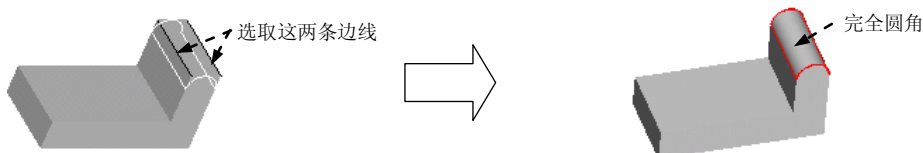

图 5.13.5 创建完全圆角
如图 5.13.5 所示，通过指定一对边可创建完全圆角，此时这一对边所构成的曲面会被删除，圆角的大小被该曲面所限制。下面说明创建一般完全圆角的过程。
Step3. 选取圆角的放置参照。在模型上选取图 5.13.5 所示的两条边线, 操作方法为: 先选取一条边线, 然后按住键盘上的 Ctrl 键, 再选取另一条边线。